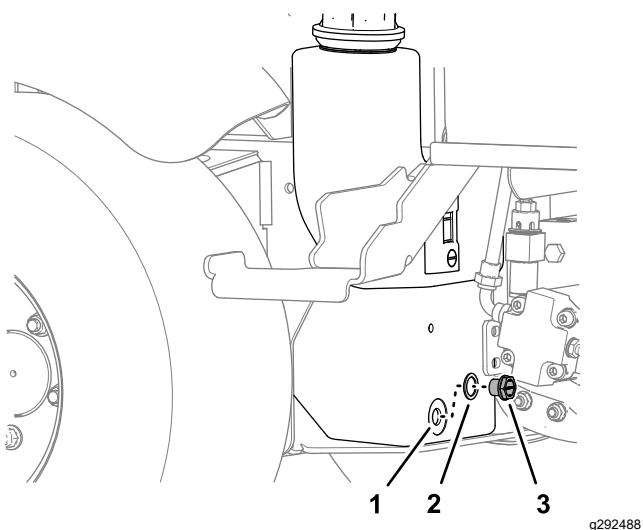

Bild 88
- Legen Sie eine Ablaufwanne unter den Hydraulikölbehälter, entfernen Sie die Ablassen des Hydraulikölbehälters und lassen Sie das Hydrauliköl vollständig ablaufen (Bild 88).